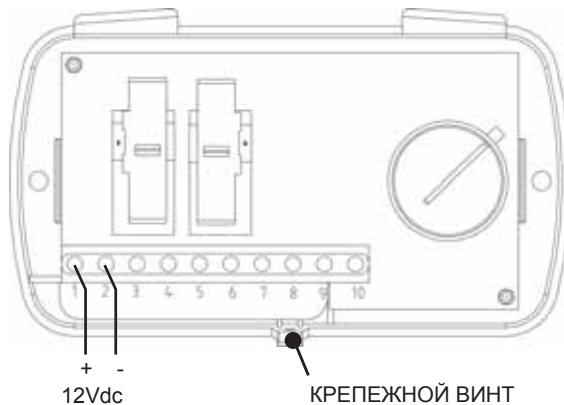

Рис. 12
1. Открутите крепежные винты, затем снимите переднюю крышку блока управления. Подключите выходные провода источника питания (DC OUT) к блоку управления соблюдая полярность (рис. 12).